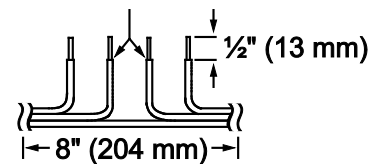

图 9. 沿着加热器接线分开电线。
3. 在加热器接线的选定位置，切断绿色电线和一根电引线。将每根电线从两端分开，分成 4 英寸 (102 mm) 的段。将导体末端剥下大约 ½ 英寸 (13 mm)。见图 9。